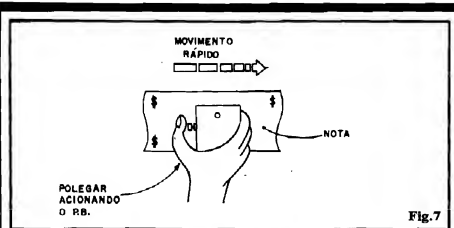

Fig.7
- FIG. 7 - USANDO O TESTA-DOLAR - Usar o dispositivo é muito fácil: com a nota a ser verificada colocada sobre uma superfície plana (uma mesa, por exemplo), segura-se o TESTA-DOLAR conforme indica a figura e - pressionando-se o push-button, passa-se o aparelho em rápido movimento sobre a nota, de modo que o cabeçote magnético deslize diretamente sobre o papel moeda (encostado mesmo, porém sem a necessidade de exercer pressão...). Observem duas coi-